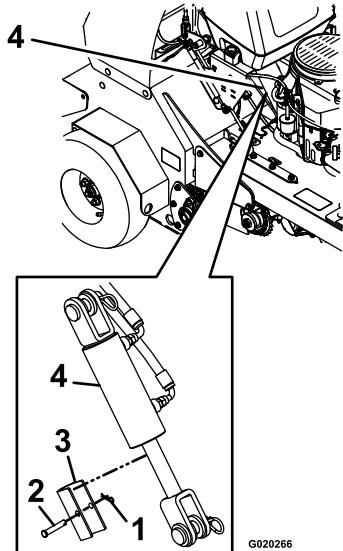

Figura 8
- Retire y guarde el pasador, la chaveta y el tope del cilindro, según se muestra en la Figura 8.